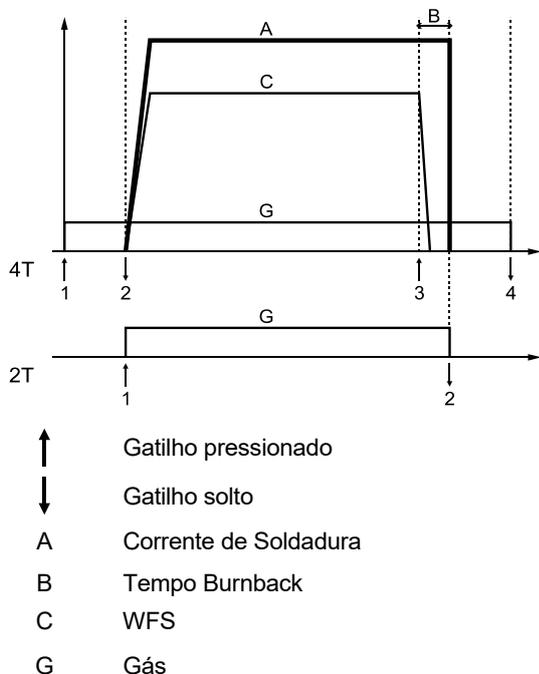

Figura 9.
20. Comutador do modo da pistola: permite seleccionar o modo da pistola de 2 passos ou 4 passos. A funcionalidade do modo 2T/4T é apresentada na Figura 9.